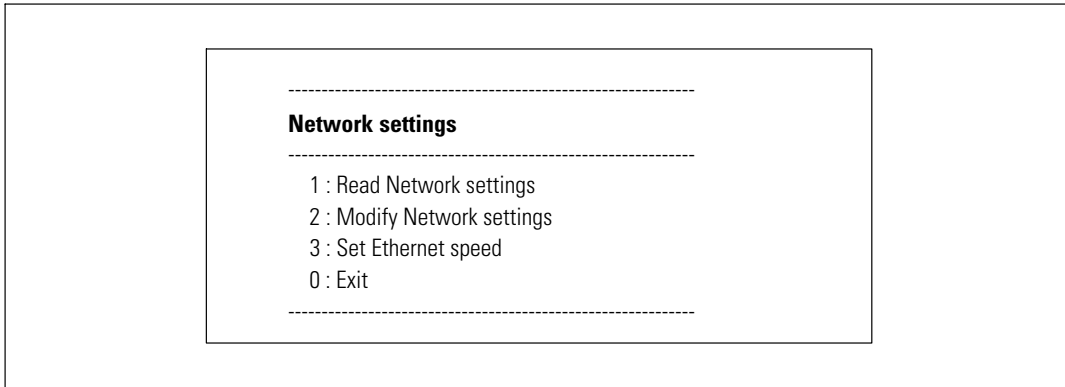

Abbildung 9. Menü „Netzwerkeinstellungen“
- 1 Geben Sie im Hauptmenü **2** ein und drücken Sie die **Eingabetaste**. Das Menü „Netzwerkeinstellungen“ wird angezeigt (siehe Abbildung 9).